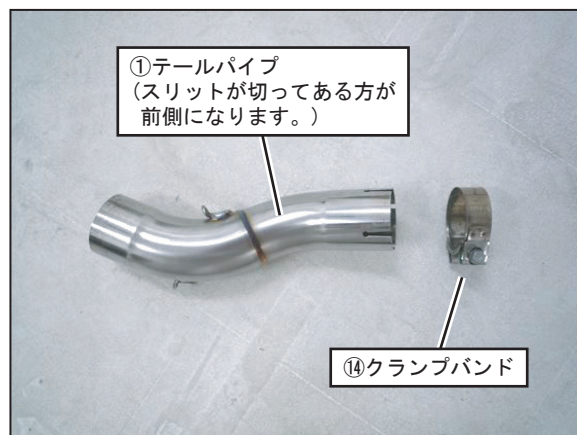

FIG. 6
6. ①テールパイプ前側に⑭クランプバンドを取り付けてから車両に取り付け、⑭クランプバンドを仮締めして下さい。(FIG. 6, 7 参照)